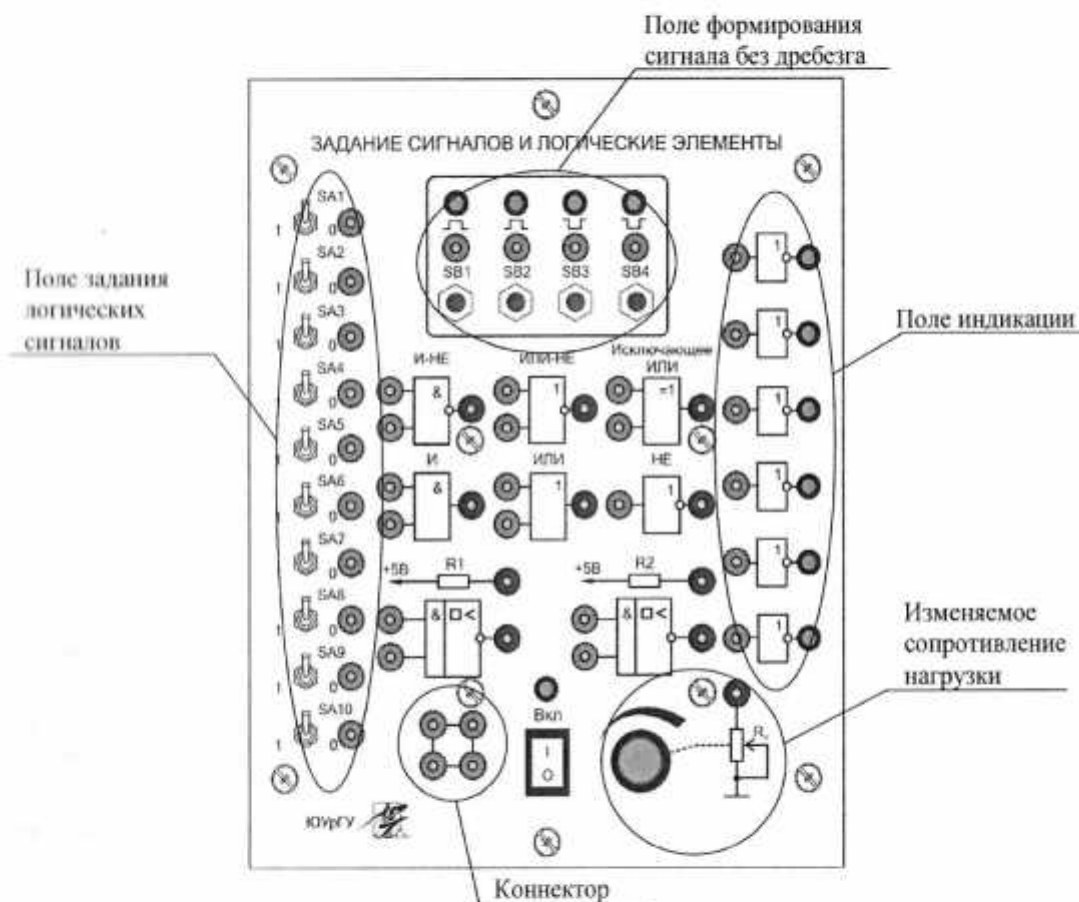
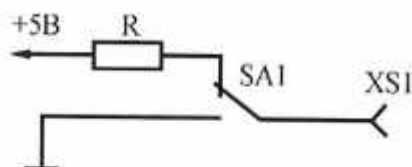
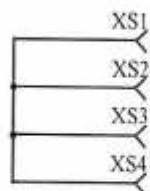

Рис. 1.11. Внешний вид лабораторного модуля «Задание сигналов и логические элементы»
Рис. 1.12. Схема электрическая принципиальная задания логического уровня
Рис. 1.15. Схема электрическая принципиальная коннектора
В лабораторной работе используется модуль «Задание сигналов и логические элементы». Внешний вид лабораторного модуля изображен на рис. 1.11.
- задания логических уровней («0» или «1», при помощи переключателей SA1...SA10), рис. 1.11, рис. 1.12;
- формирования импульсов без «дребезга» положительной и отрицательной полярности (кнопки SB1...SB4, рис. 1.11), для визуального наблюдения импульсов служат четыре светодиодных индикатора.
Для расширения логических входов или выходов используется коннектор (рис. 1.11, рис. 1.15).